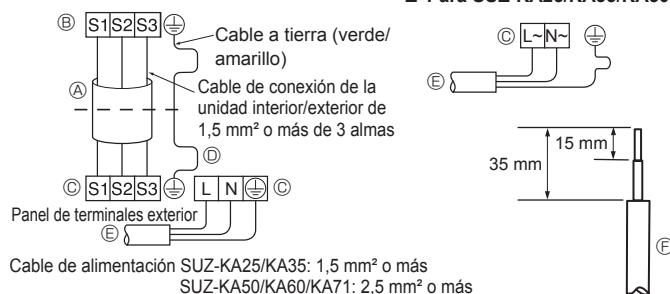
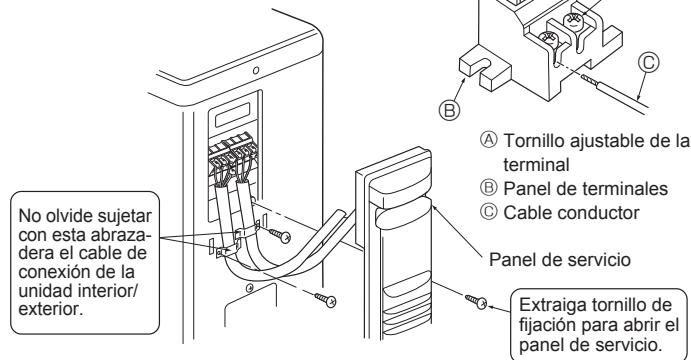

**Fig. 6-1**
**Fig. 6-2**
### 6.1. Unidad exterior (Fig. 6-1, Fig. 6-2, Fig. 6-3, Fig. 6-4)
- ① Retire el panel de servicio.
- ② Conecte los cables de acuerdo con la Fig 6-1, Fig 6-2, Fig 6-3 y la Fig 6-4.
- Realice el tendido eléctrico como muestra el diagrama inferior izquierdo (los cables no vienen incluidos). (Fig. 6-2)